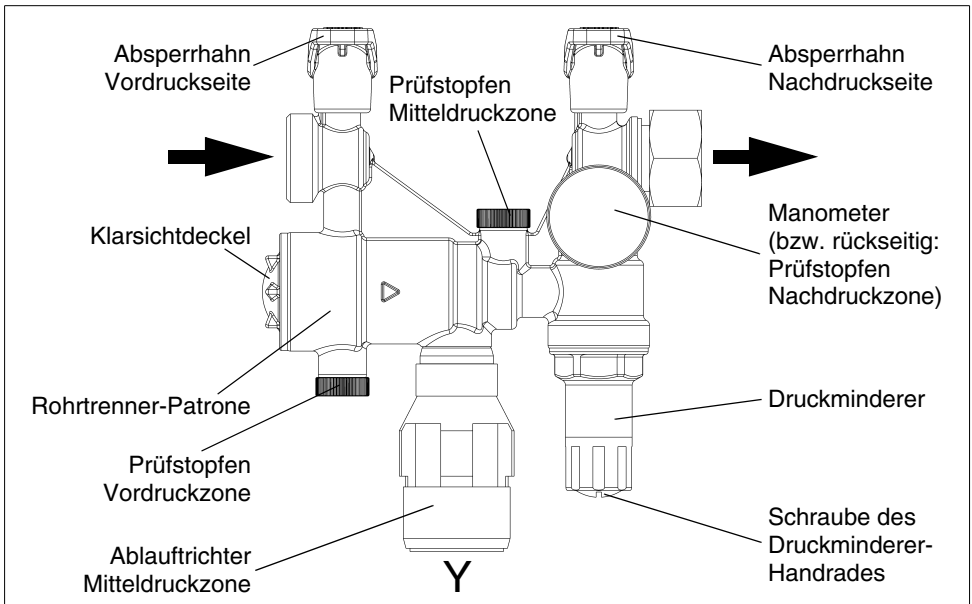

Abb. 4: Funktion
- Schraube des Druckmindererhandrades lösen (siehe Abb. 4).